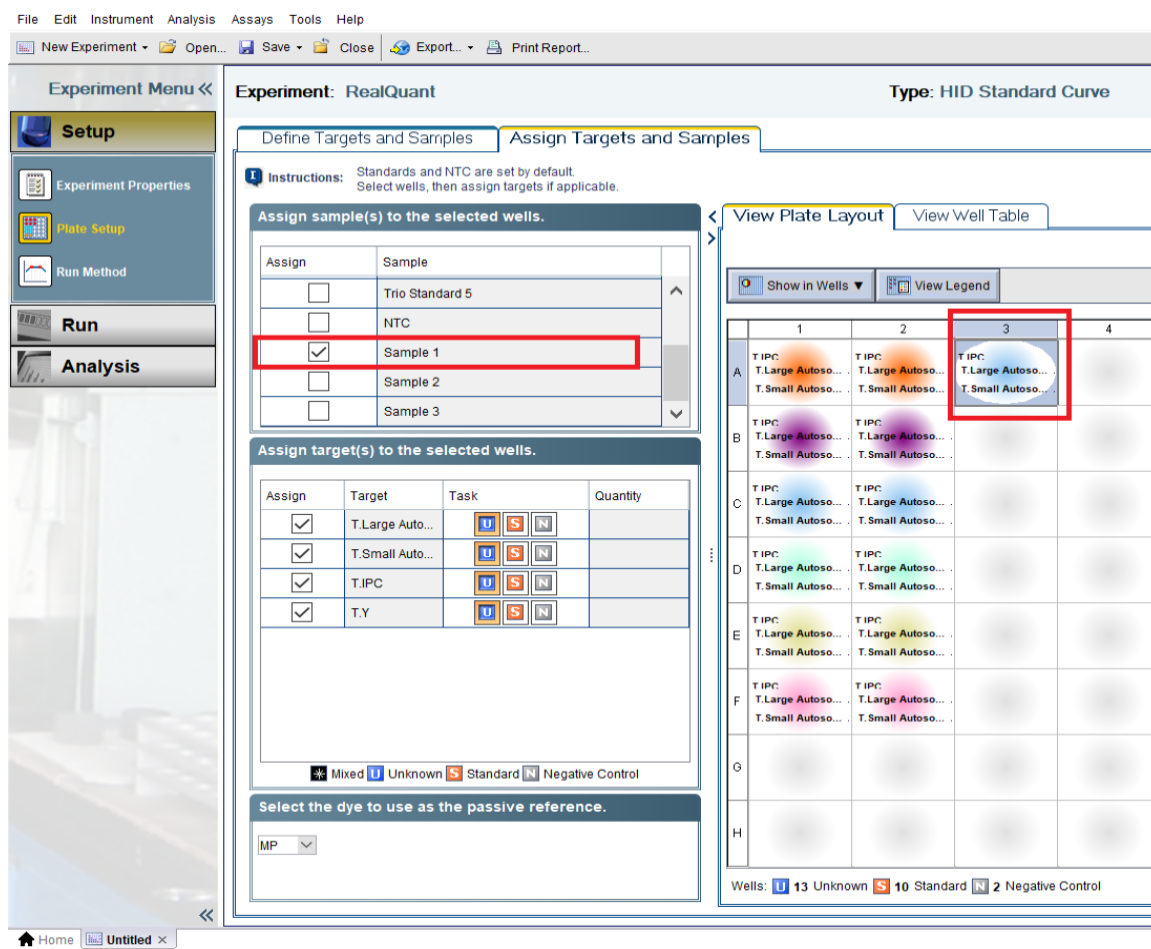

Рисунок 6
6. Расположить стандартные образцы (**Trio Standard**) согласно их положению в планшете, присвоить названия исследуемых образцов соответствующим лункам планшета (рисунок 6).